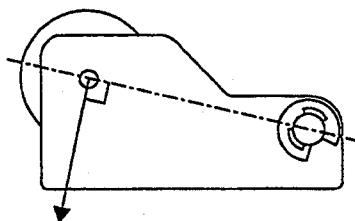

Fig. 2-1
3. Pull the spring scale in direction indicated in Fig. 2-1 until the pinch roller fully loses contact with the capstan shaft; then slowly ease the scale so the pinch roller moves back toward the capstan shaft.
3. ピンチ・ローラがキャプスタン・シャフトから完全に離れるように秤を矢印の方向（図2-1）に引っ張った後、ピンチ・ローラが再びキャプスタン・シャフトに接触するように徐々に戻す。